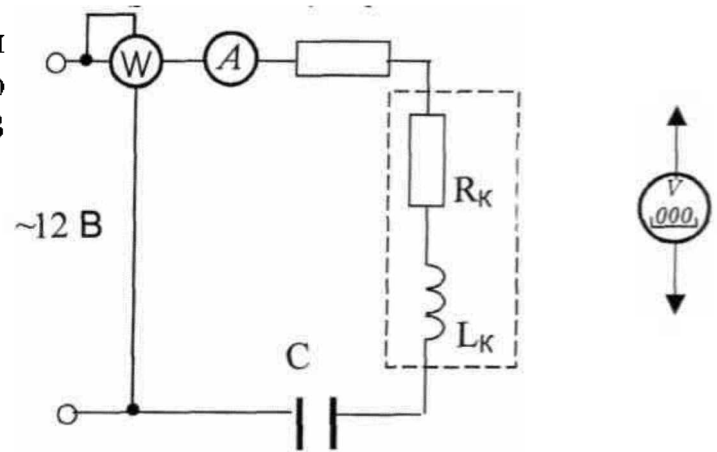

Рис. 1.4.4.
3.2. Собрать электрическую цепь (рис. 1.4.4), установив заданные преподавателем значения сопротивления резистора и емкости конденсатора. Подключить собранную цепь к источнику питания ~ 12 В (модуль питания).